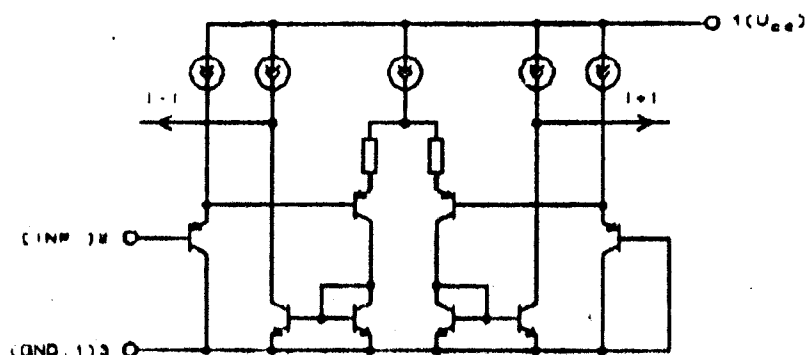

Рис. 2. Упрощенная электрическая принципиальная схема предварительного усилителя
2.3. Фрагменты схемы электрической принципиальной усилителя приведены на рис. 2, 3.